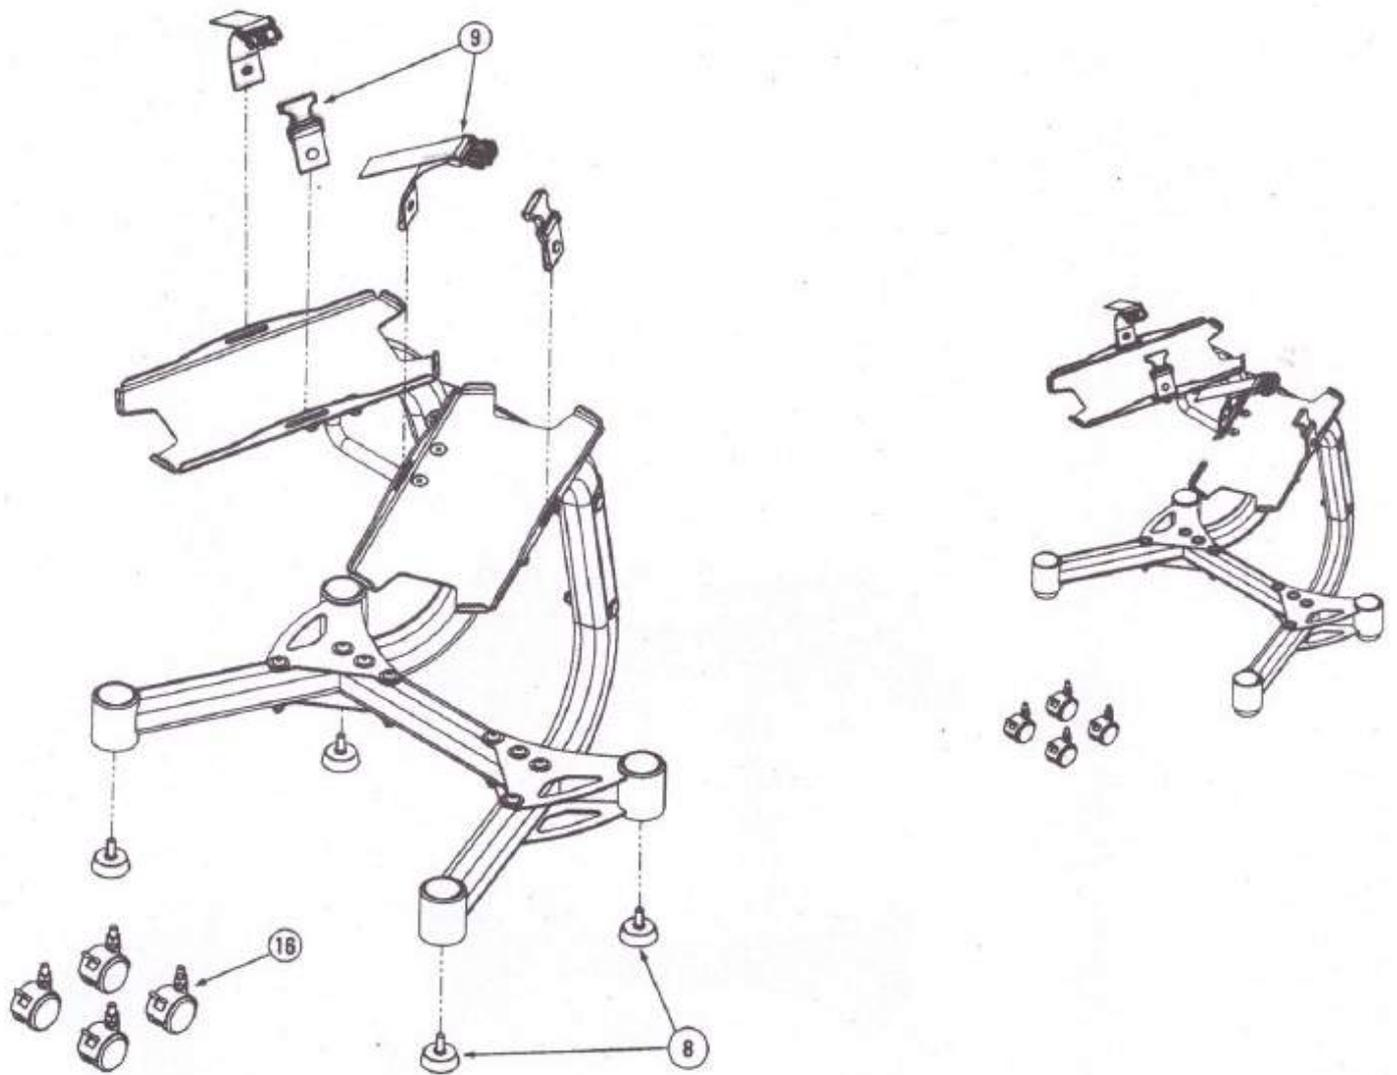

図 8
- フットレスト (⑧) またはキャスター用車輪 (⑯)
- ストラップ押さえ (⑨)
- 8.1. 図8に示した金属部品を使って、フットレスト (⑧) またはキャスター用車輪 (⑯) を左後ろスタビライザー (③) と両方のスタンド脚部 (④) に取り付けてください。
- 8.2. 図8にあるように、ストラップ押さえ (⑨) を左側ダンベル台 (⑤) と右側ダンベル台 (⑥) に取り付けてください。